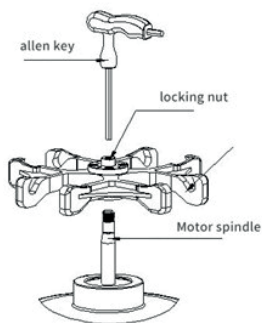

Figure 4 : Schéma d'installation du rotor
- Comme le montre la figure 4, préparez le rotor à être utilisé. Tenez le rotor à deux mains, alignez le trou central du rotor avec l'arbre du moteur, placez-le verticalement et sur la partie inférieure de la surface conique de l'arbre. Relâcher les deux mains, presser à nouveau le rotor avec les deux mains.